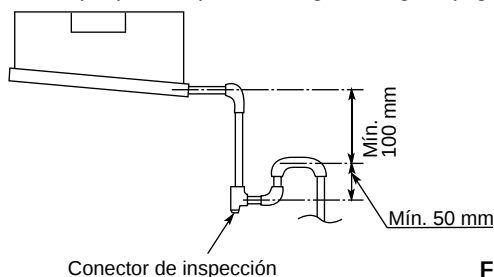

Fig. 3-98
- (5) De igual forma, en otra parte del tubo, prepare sifones con un conector de inspección para limpiar el polvo o los desechos que puedan provocar fugas de agua. (Fig. 3-98)